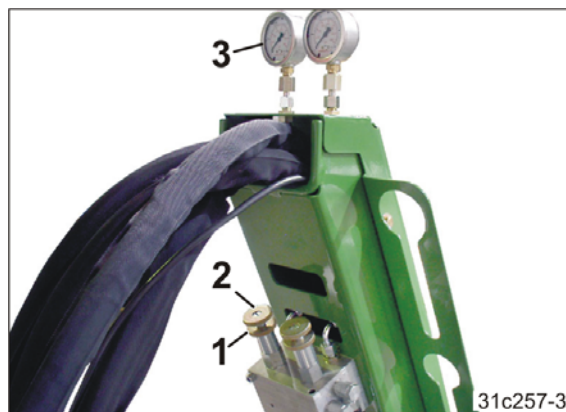

Fig. 188
1. Løsn kontramøtrikken (Fig. 188/1).
2. Indstil skærtrykket ved at dreje på ventilskruen (Fig. 188/2).
- Aflæs gødningsskærtrykket på manometeret (Fig. 188/3).
1. Indstil gødningsskærtrykket på 0 bar ved at dreje på ventilskruen (Fig. 188/2). Aflæs gødningsskærtrykket på manometeret (Fig. 188/3).